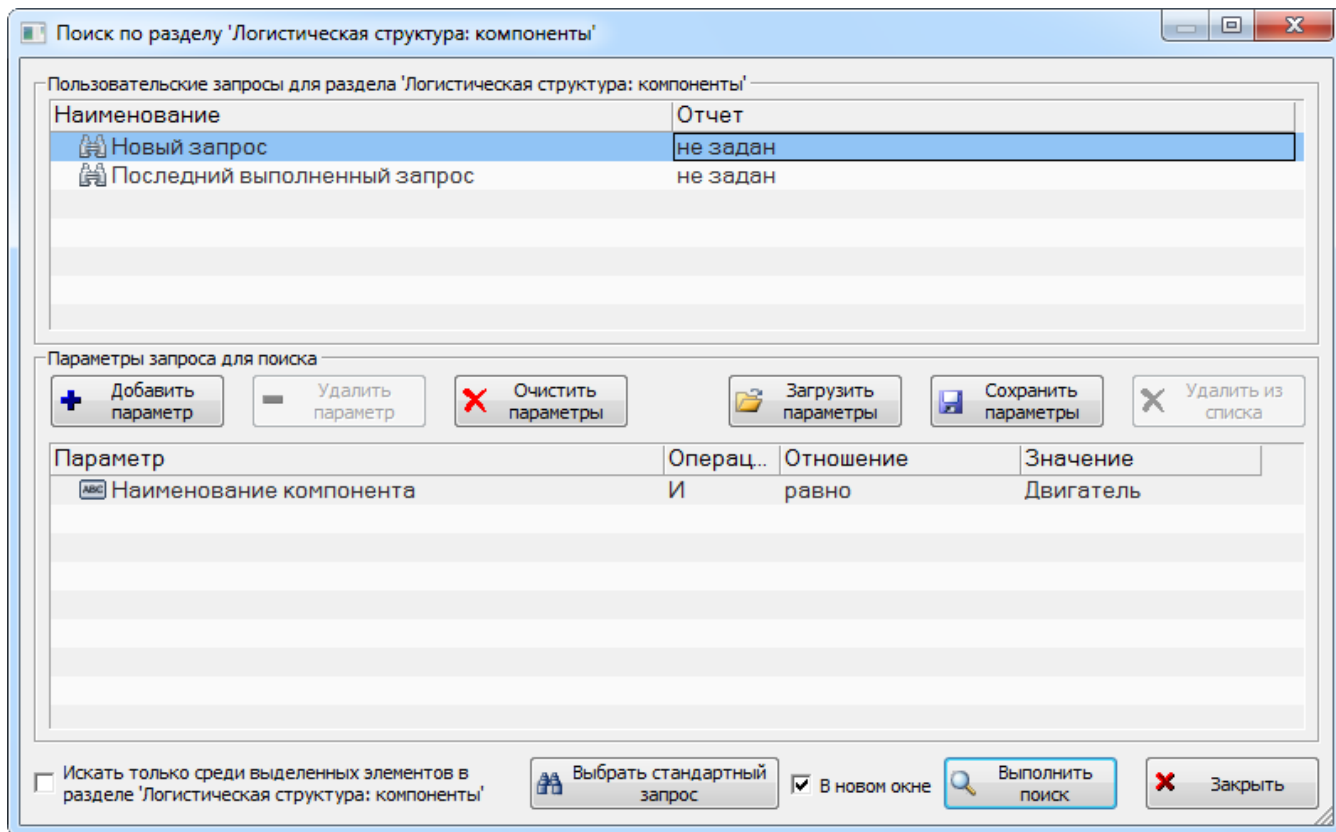

Рис. 10-69 – Диалоговое окно стандартного поиска
3) Выбрать нужный объект (1 рис. 10-69) и нажать кнопку «Расположение в ЛСИ» панели «Связанные объекты» (2 рис. 10-69).
4) В открывшемся окне связанных объектов «Места использования» для компонента в логистической структуре будут выделены найденные компоненты (3 рис. 10-69).
В результате откроется окно «Места использования» для выбранного компонента, аналогичное изображенному на рис. 10-69.